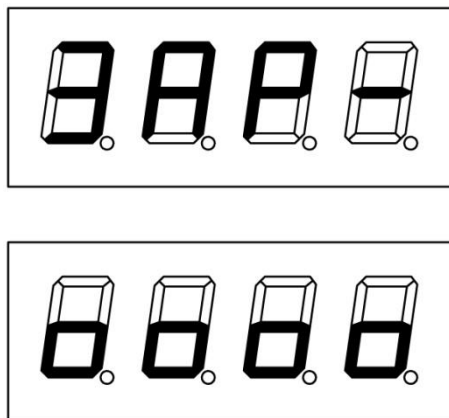

Рис. 3.2
При включении, а также при кратковременном нажатии на клавишу при включенном приборе на индикаторах на три секунды отображается степень заряда аккумулятора (рис.3.2), и затем прибор переходит обратно в режим, в котором была нажата кнопка выключения.
5.2.2 Степень заряда аккумулятора можно проверить при включении магнитометра, а также при кратковременном нажатии на клавишу  при включенном приборе. На индикаторах на три секунды отображается степень заряда аккумулятора (рис.3.2). При этом на нижнем индикаторе появляется одно из следующих изображений, характеризующих степень заряда аккумулятора (рис. 5.1).
Для включения магнитометра необходимо нажать клавишу  и удерживать ее не менее трех секунд. При включении на индикаторах магнитометра на три секунды отображается степень заряда аккумулятора (рис.3.2), и затем прибор переходит в режим, в котором он был до выключения.